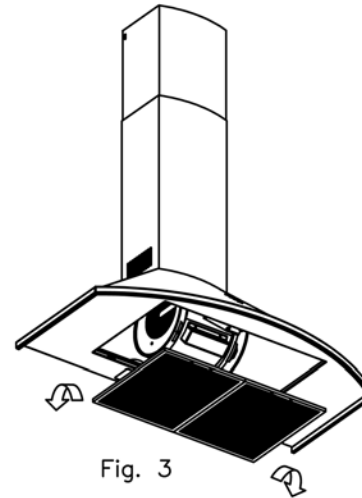
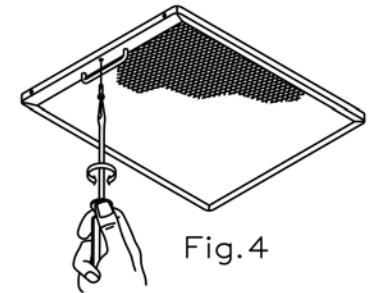

Fig. 3
Fig. 4
- **Limpieza del filtro de grasa:** En virtud del uso y como mínimo cada mes, los filtros de grasa deberán ser desmontados (Fig. 3) y (Fig. 4) y lavados en lavavajillas o en agua caliente y detergente. En el caso de utilizar lavavajillas, es recomendable colocarlos en posición vertical para evitar que los restos de comida se depositen sobre el mismo. Después de haberlos enjuagado y secado colocar-los nuevamente en su lugar, actuando de forma inversa al desmontarlos.
• **Nettoyage du filtre à graisse:** En fonction de l'usage au moins une fois par mois, démonter les filtres à graisse (Fig. 3) et (Fig. 4), et nettoyer à l'eau chaude et du détergent, ou utilisant le lave-vaisselle, auquel cas, il est recommandé de les placer en position verticale pour éviter le dépôt de déchets alimentaires. Après les avoir rincés et essuyés, les remettre en place en suivant les instructions de démontage à rebours.